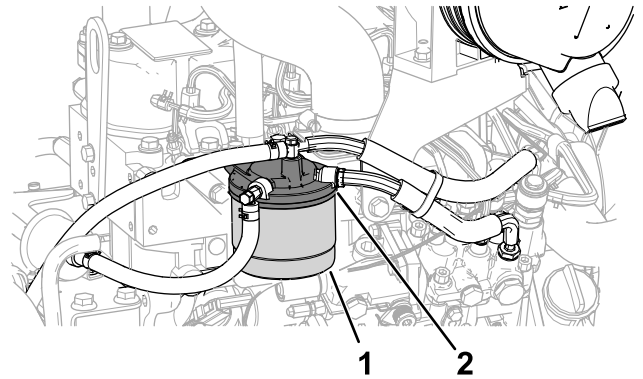

Bild 61
1. Reinigen Sie den Bereich um den Kraftstofffilterkopf (Bild 61).
2. Entfernen Sie den Filter und reinigen die Kontaktfläche (Bild 61).